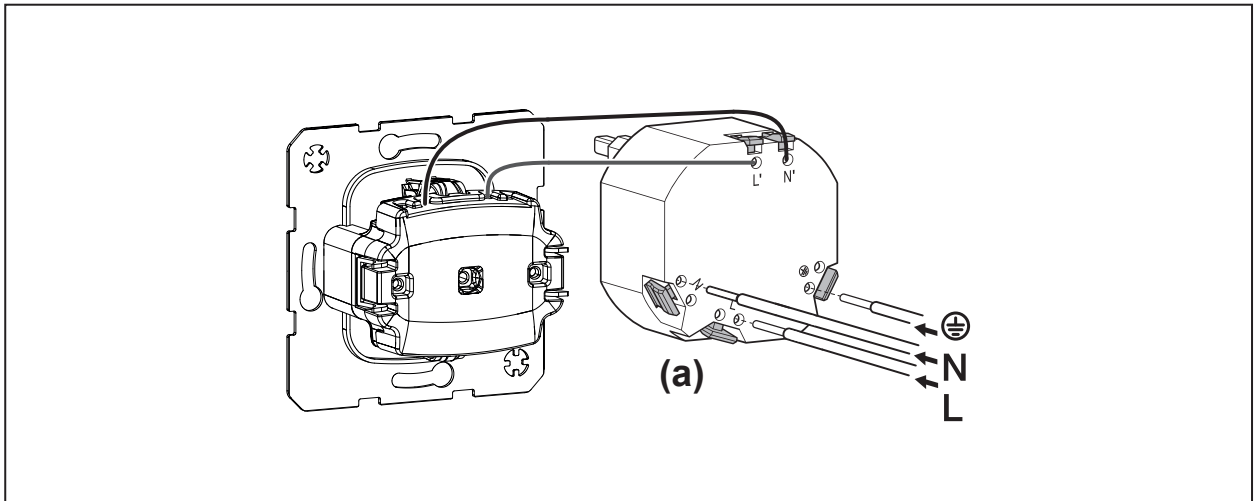

Bild 5
Die FI-geschützten Abgangsleiter (siehe auch Bild 5) dienen dem Anschluss von Steckdosen oder sonstigen Verbrauchern.
- Lösetasten ((a), Bild 5) der entsprechenden Steckklemme drücken und Anschlussleiter herausziehen.